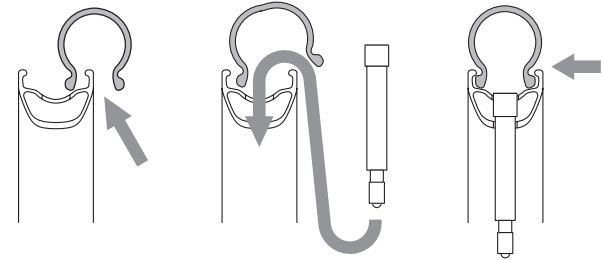

Abb. 2
- Beginnend an der gegenüberliegenden Seite des Ventils führen Sie den ersten Reifenwulst in das Felgenbett ein (Abb.2).